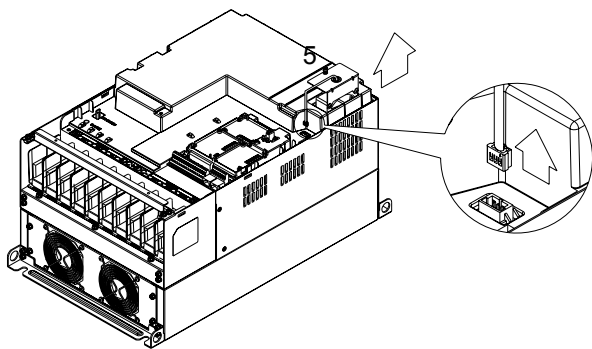

图 3
3. 松开螺丝 5(如图 3),并拆除风扇电源接头(如图 3 局部放大图所示),才可以取出风扇。螺丝 5『扭力值: 10~12kgf-cm (8.6~10.4in-lbf)』